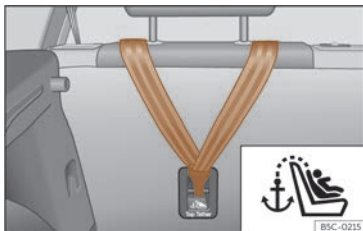

Fig. 36 Arrière de la banquette arrière : ancrage pour la ceinture Top Tether.
du dossier de la banquette arrière (identifié par le symbole ) , et il procure une meilleure retenue >>> **fig. 36**.
- Faites glisser la sangle et fixez-la correctement à l'aide de l'ancrage derrière le dossier >>> **fig. 36**.